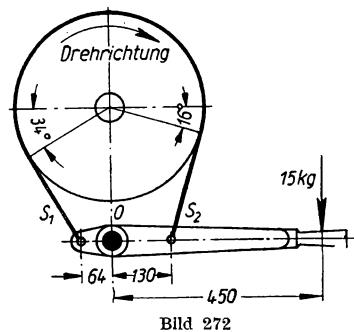

Bild 272
- 414.** Bei der Differential-Bandbremse nach Bild 272 ist das stärker gespannte Bandende S_1 nicht an den festen Hebeldrehpunkt O angeschlossen wie bei der einfachen Bandbremse (Aufg. 413), sondern seitlich von diesem, so daß S_1 an einem kleinen Hebelarme die Bremse anziehen hilft. S_2 wirkt in umgekehrtem Drehsinne am Hebel lösend auf die Bremse. Wegen der Differenzwirkung der beiden Kräfte S_1 und S_2 heißt diese Anordnung „Differentialbremse“. Sie liefert infolge der Mitwirkung von S_1 stärkere